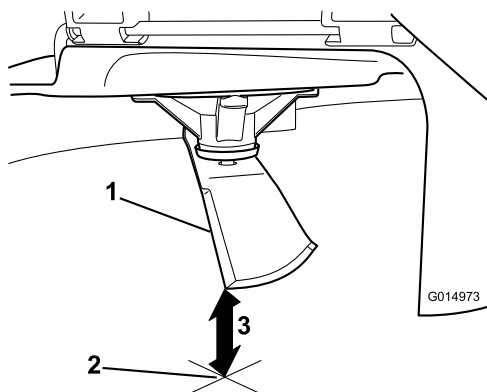

Figura 104
3. Misurate dalla punta della lama alla superficie piana (Figura 104).